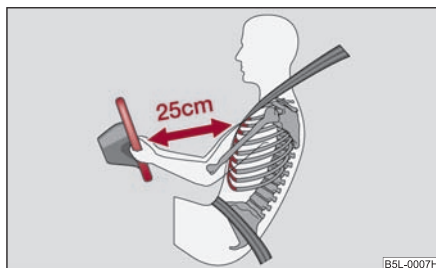

Fig. 119 Distanța sigură față de volan
- Între conducător și volan trebuie să existe o distanță de cel puțin 25 cm ⇒ fig. 119. Dacă nu se respectă această distanță, sistemul airbag nu își poate exercita eficiența maximă – Pericol!